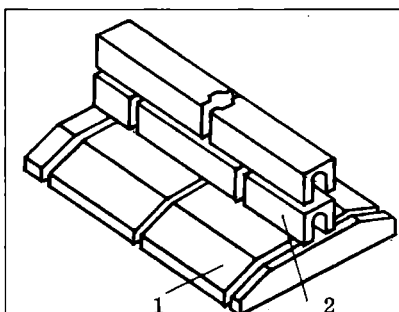

Рис. 43. Железобетонные блоки:
**Железобетон** – композиционный строительный материал, объединяющий бетон и стальную арматуру. Благодаря арматуре этот материал способен работать на растяжение, что позволяет значительно облегчить элементы строительных конструкций. Железобетонные конструкции подразделяют на сборные и монолитные. Сборные железобетонные конструкции монтируют на строительной площадке из отдельных элементов, изготовленных в заводских условиях. Для сборных железобетонных конструкций применяют все основные виды бетона: тяжелый, легкий на пористых заполнителях и ячеистый. Монолитные железобетонные конструкции бетонируют на месте строительства. В последнее время значительно расширилось применение монолитного железобетона (рис. 43).